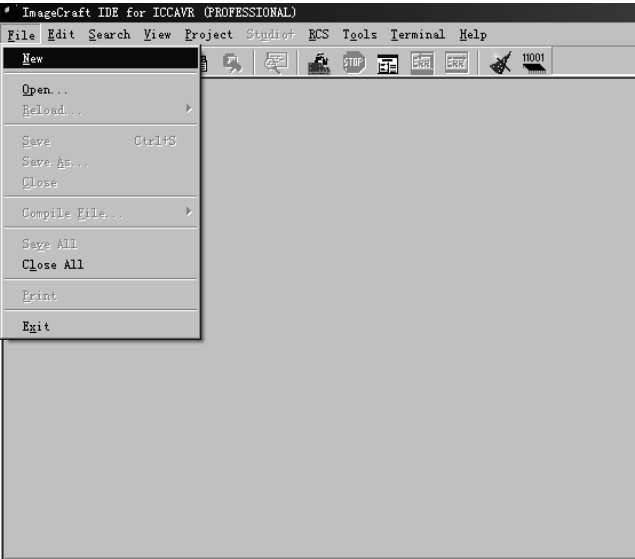

图 1-14 新建文件
- (3) 选择 File 菜单的 New 选项新建文件，如图 1-14 所示。